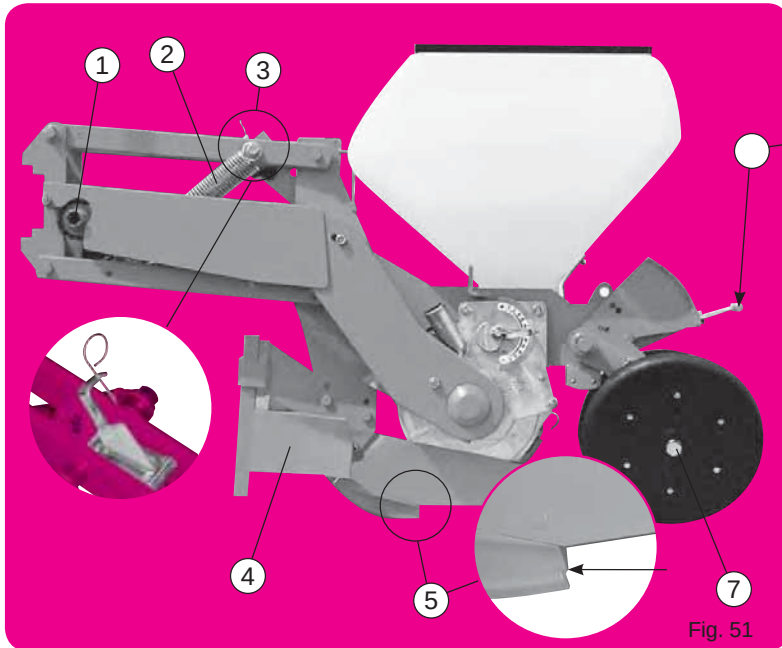

Fig. 51
Version de base (fig. 51) Élément monté sur parallélogramme, terrage par le bloc arrière – système à crans (fig. 51 - 52) - chasse-mottes avant avec coultre - soc standard maïs - roues arrière inclinées autonettoyantes - trémie 40 litres
- (1) Système de sécurité (fig. 51) : il provoque un crabotage sonore en cas de blocage de la distribution. Un arrêt est alors obligatoire (voir page 44). Graisser les dents du crabot à la mise en route pour faciliter les premiers déclenchements.
- (2) Ressorts de parallélogramme : ils accentuent le poids de l'élément. En cas de trop forte pénétration, les ressorts peuvent être supprimés (1 ou les 2).
- (4) Chasse-mottes : doit travailler superficiellement pour éviter les risques de bourrages au niveau du boîtier ou de la chaîne.
- (5) Lorsque l'usure du soc atteint le stade du décrochement, le semis devient irrégulier : la pointe doit alors impérativement être remplacée.
- (6) Réglage du terrage (fig. 51 - 52) une jauge graduée facilite l'uniformité du réglage.
- (7) Réglage de l'écartement des roues maïs (fig. 51) : 2 bagues sur moyeux que l'on place, soit côté inférieur, soit côté extérieur, permettent d'obtenir 2 écartements à la base. Utiliser les roues resserrées pour semis superficiels (1 à 3 cm).
- (9) Fig. 60 : Terrage sur roue avant, à partir de l'élément maïs (fig. 51), pour cette option, il est nécessaire de se procurer le kit (fig. 56) et la roue avant 300 x 100 (fig. 59). Commencer par déverrouiller le bloc tasseur arrière (12) du bras de réglage (13) (fig. 55), pour cela : enlever la broche (14) le bloc tasseur (12) arrière reste libre. Le secteur (15) reste fixé sur le corps (16) par la vis (17) en P2 (fig. 60). Monter le kit terrage par balancier (fig. 56) suivant schéma (fig. 60). La profondeur de mise en terre est obtenue en modifiant la position de la roue avant en actionnant le levier (13) (réglage par crans).
- (10) Fig. 60 : Terrage par balancier, à partir de l'élément maïs (fig. 51), pour cette option, il est nécessaire de se procurer le kit (fig. 56), la roue 300 x 100 (fig. 59) ou l'ensemble double-disques à roues 285 x 65 (fig. 61). Commencer par déverrouiller le bloc tasseur arrière (12) du bras de réglage (13) (fig. 55), enlever la broche (14), le bloc tasseur arrière (12) doit être solidaire du secteur (15) par la vis (18) en P.3 (fig. 60). Monter la roue avant 300 x 100 (19) avec ses bras (20) et son chasse-mottes (21).
Базовая версия (рис. 51) высевашей секции, установленной на параллелограмме, глубина регулируется через задний рычаг по меткам (рис. 51 - 52) - передний комьютевод с сошником - стандартный кукурузный киль - самоочищающиеся наклонные задние прикатывающие колеса - 40-литровый бункер для зерна.
- (1) Предохранительная система (рис. 51): эта кулачковая муфта заставляя звучать в случае блокировки высевашей аппаратуры. Когда слышен звук немедленно остановите машину (см.страницу 29). Кулачковая муфта должна быть введена в зацепление, когда будет устранена причина неисправности, высеваший аппарат должен легко вращаться.
- (2) Подпружиненный параллелограмм: увеличивает вес высевашей секции. Если глубина посева большая пружины могут быть удалены (одна или обе).
- (4) Комьютевод: должен работать над поверхностью земли, чтобы избежать влияния на цепные передачи.
- (5) Когда сошник достигает этой точки износа, весь становится неравномерным: наконечник сошника должен быть заменен.
- (6) Регулирование глубины (рис. 51 - 52): градуированная шкала делает более легкой пошаговую установку глубины посева.
- (7) Отрегулируйте расстояние между прикатывающими наклонными колесами (рис. 51): размещение 2 втулок на внутренней или внешней стороне центра колеса позволяет установить 2 ширины между прикатывающими колесами. Используйте малую ширину для мягкой глубины посева (1 - 3 см) (3/8-1 1/2 «).
- (9) Рис. 60: контроль глубины относительно переднего колеса, путем переоборудования высевашей секции. Рис. 51. Для этого Вам нужен комплект (рис. 56) и 300 x 100 переднее колесо. Сначала, соедините задние крепежные элементы (12) от механизма (13) (рис. 55). Переместите ось задних прикатывающих колес по элементу (12), оставьте механизм (13) свободным. Сектор (15) закрепите к корпусу (16) через P2, болтом (17) (рис. 60). Соберите механизм (рис. 56) в соответствии с диаграммой (рис. 60). Глубина посева будет регулироваться изменением положения переднего колеса, перемещая задний рычаг (13) (настройка по меткам).
- (10) Рис. 60: контроль глубины через балансирный механизм, используя задние прикатывающие колеса (рис. 51). Для этого Вам нужен комплект (рис. 56) и 300 x 100 переднее колесо или 260 x 90 двойное собранное колесо (рис. 61). Сначала, отсоедините задние крепежные элементы (12) от механизма (13) (рис. 55). Переместите ось задних прикатывающих колес по элементу (12), который должен остаться прикрепленным к сектору (15) через P3, болтом (18) (рис. 60). Соберите переднее колесо 300 x 100 с его креплением и комьютеводом.
Basic version (fig. 51) element mounted on a parallelogram, depth control via the rear unit, notch system (fig. 51 - 52) - Front clod remover with coulters - standard corn share - self-cleaning inclined rear wheels - 40 litre grain tank.
- (1) Safety system (fig. 51) : this causes the clutch to sound in case of a blockage in the metering system. When this clutch sound is heard, stop the machine immediately (see page 44). The teeth of the clutch should be lubricated when restarting in order to make the first declutching easier.
- (2) Parallelogram springs : these increase the element's weight. If the penetration is too great, the springs may be removed (one or both).
- (4) Clod remover : should work on the ground surface to avoid plugging at the metering box or chain.
- (5) When the shoe reaches this point of wear, sowing becomes irregular : the tip must then be replaced.
- (6) Adjustment of the depth (fig. 51 - 52) : a gradual scale makes it easier to set the unit at a uniform depth.
- (7) Adjustment of the spacing of corn press wheels (fig. 51) : placing the 2 bushings on the inside or the outside of the wheel hub allows for 2 basics widths. Use the narrow setting for shallow seeding (1-3 cm) (3/8 - 1 1/2").
- (9) Fig. 60 : Depth control on front wheel, via the corn element fig. 51. For this option you will need the kit (fig. 56) and the 300 x 100 front wheel. Start by detaching the rear seed firming unit (12) from the adjusting arm (13) (fig. 55). Remove the pin and the rear seed firming unit (12) will remain free. The sector (15) will remain secured to the body (16) via the P2 screw (17) (fig. 60). Assemble the swinging arm depth control kit (fig. 56) in accordance with the diagram (fig. 60). The planting depth is adjusted by changing the position of the front wheel using the lever (13) (adjusting through notches).
- (10) Fig. 60 : Depth control via swinging arm, using the corn element (fig. 51). For this option you will need the kit (fig. 56), the 300 x 100 front wheel (fig. 59) or the 285 x 65 double wheel assembly (fig. 61). Start by detaching the rear seed firming unit (12) from the adjusting arm (13) (fig. 55). Remove the pin and the rear seed firming unit (12) should remain attached to the sector (15) via the P3 screw (18) (fig. 60). Assemble the 300 x 100 front wheel (19) with its arms (20) and its clod remover (21).